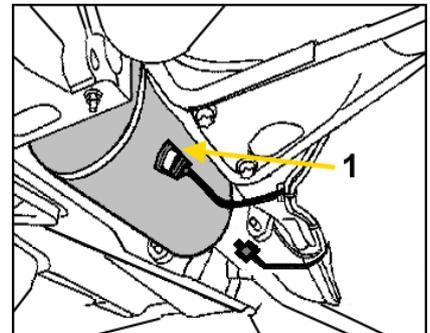

Figura 2
1. Smontare il sensore di temperatura dello scarico (figura 2).